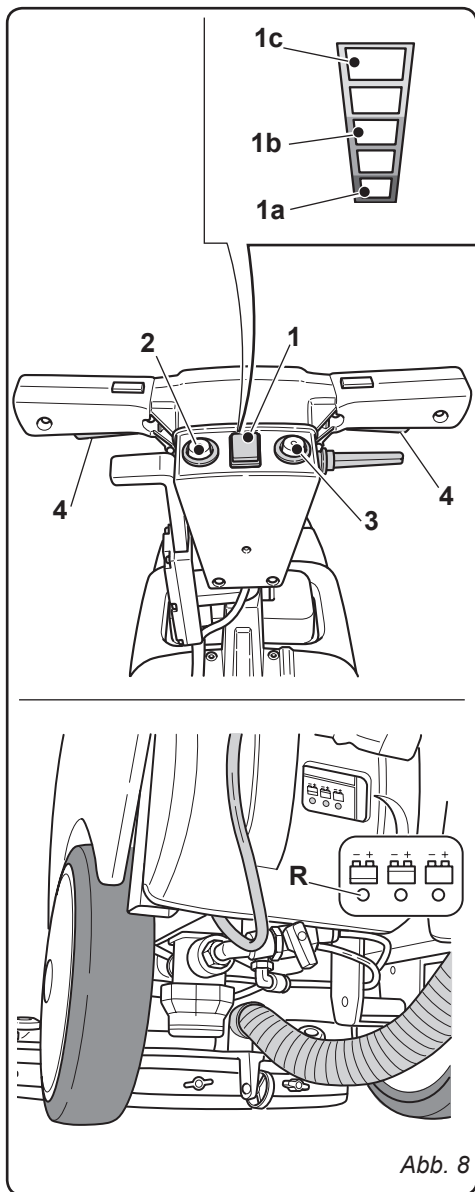

Abb. 8
6.1 KONTROLL- UND STEUERPULT (Abb. 8)